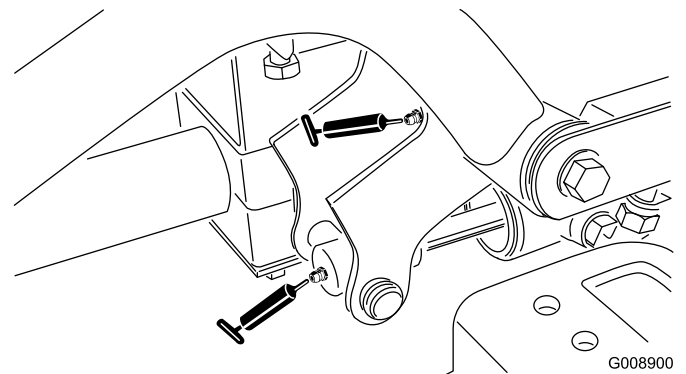

**Figure 36**
- Pivot de bras de relevage avant gauche et vérin de relevage (2) (Figure 36)